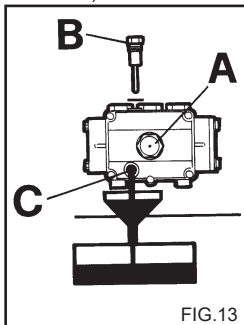

FIG.13
- 2) Desatarraxe a tampa com a vareta de controlo do nível (fig. 13).